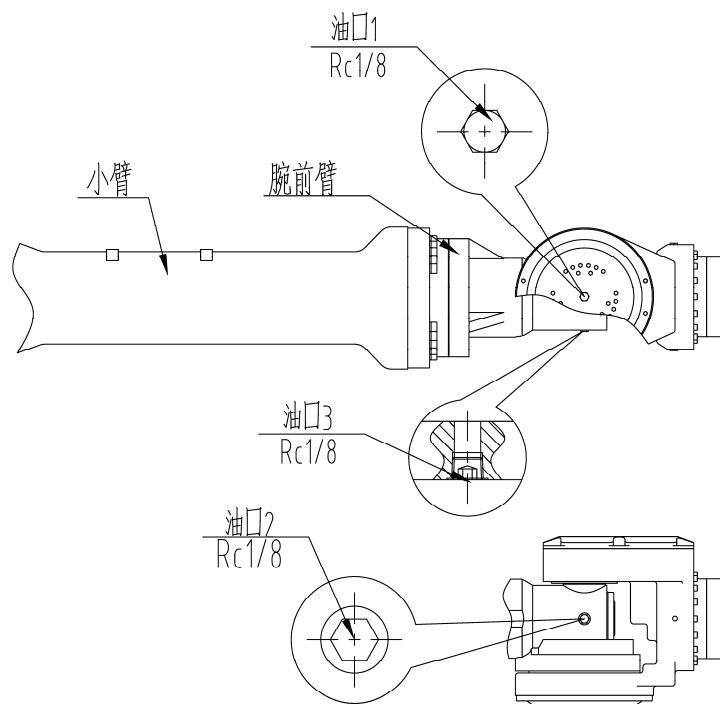

图 19 J5 轴油口位置
(1) 油脂补充步骤（参考图 19）
- ① 旋转 J3、J4 轴，使得机器人小臂水平，腕前臂上的油口 2 和油口 3 在同竖直面上，如图 19 所示；